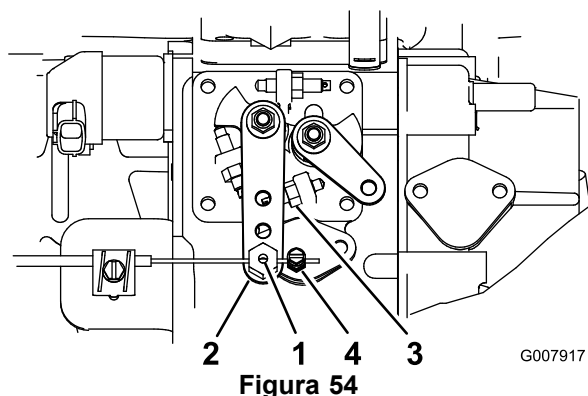

Figura 54
2. Desaperte o dispositivo de ligação, no cabo do regulador, junto da alavanca da bomba de injeção (Figura 54).
3. Mantenha a alavanca contra o travão de ralenti elevado (Figura 54).